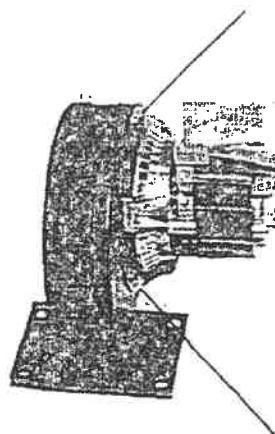

Figura 3
4. Remova 3 porcas de retenção da placa de montagem do motor do ventilador. (Veja a Figura 3)